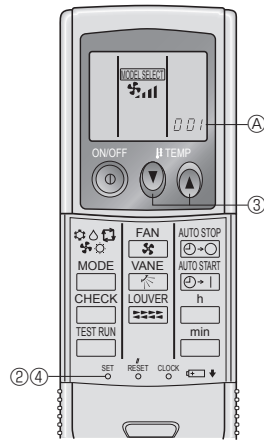

Fig. 6-3
3) Einstellung (Fig. 6-3)
- ① Batterien einlegen.
- ② SET-Taste mit einem spitzen Gegenstand drücken.